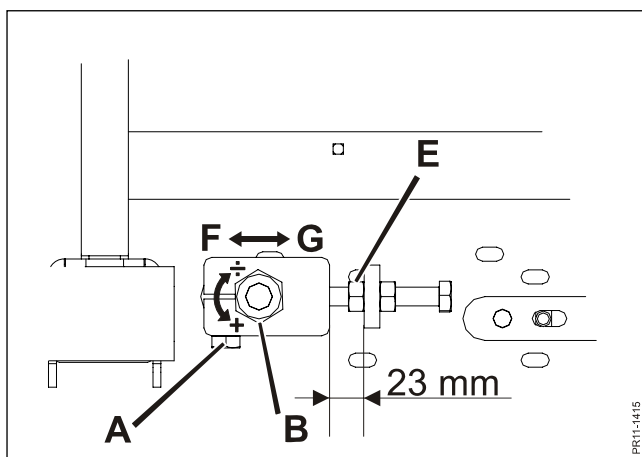

Fig. 4-3
- Fig. 4-3 **Stramning af båndet** foretages på følgende måde: Først løsnes bolten **A**,
- Fig. 4-3 Grundindstillingen er **23 mm**.
- Fig. 4-3 Herefter løsnes båndet ved først at løsne bolt **A** og derefter bolt **B**.